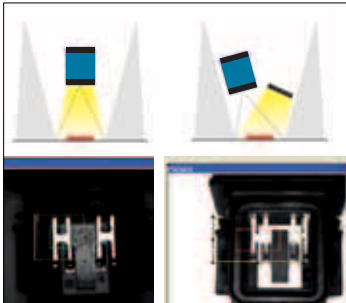

Abbildung 1: Direkte Beleuchtung
- **direkte Beleuchtung** zur Beseitigung von Reflektionen auf einem Teil, die durch das direkte Licht des Sensors erzeugt werden (Abbildung 1).